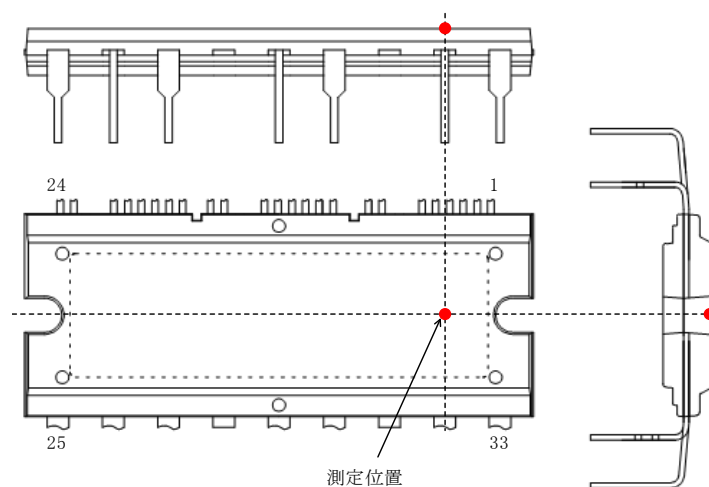

図 3-1 ケース温度測定位置
(1) ケース温度は図 3-1 で規定
(2) 内部出力素子のジャンクションとケース間の定常熱抵抗（過渡熱特性は 15.1 項を参照）
(3) 内部フリーホイールダイオードのジャンクションとケース間の定常熱抵抗